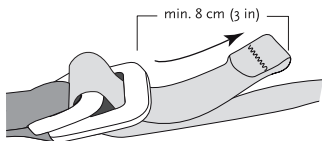

Figure 3
2. Tighten the waistbelt and, if present, the leg loops by pulling the webbing tail (f) away from the buckles (k and m) until comfortably snug. Thread the webbing tails into the belt loops (g). The Speed-Adjust buckles come pre-threaded and should only require re-threading if taken completely apart. Follow Figure 3 to complete re-threading.
4. At least 8 cm (3 in) of webbing tail must extend from both waistbelt buckles and both leg loop buckles after they have been adjusted correctly (see Figure 3).
2. Serrez la ceinture et, s'il y a lieu, les tours de cuisses en tirant sur l'extrémité de la sangle (f) dans la direction opposée aux boucles (k et m) jusqu'à obtention d'un degré de serrage confortable. Enfilez les extrémités des sangles dans les passants prévus (g). Les boucles Speed-Adjust sont pré-attachées et nécessitent un rebouclage seulement si elles ont été complètement défaits. Suivez la Figure 3 pour réaliser un rebouclage.
4. Un bout de sangle d'au moins 8 cm doit dépasser de la boucle de ceinture et des boucles de tours de cuisses une fois les réglages correctement effectués (Voir Figure 3).